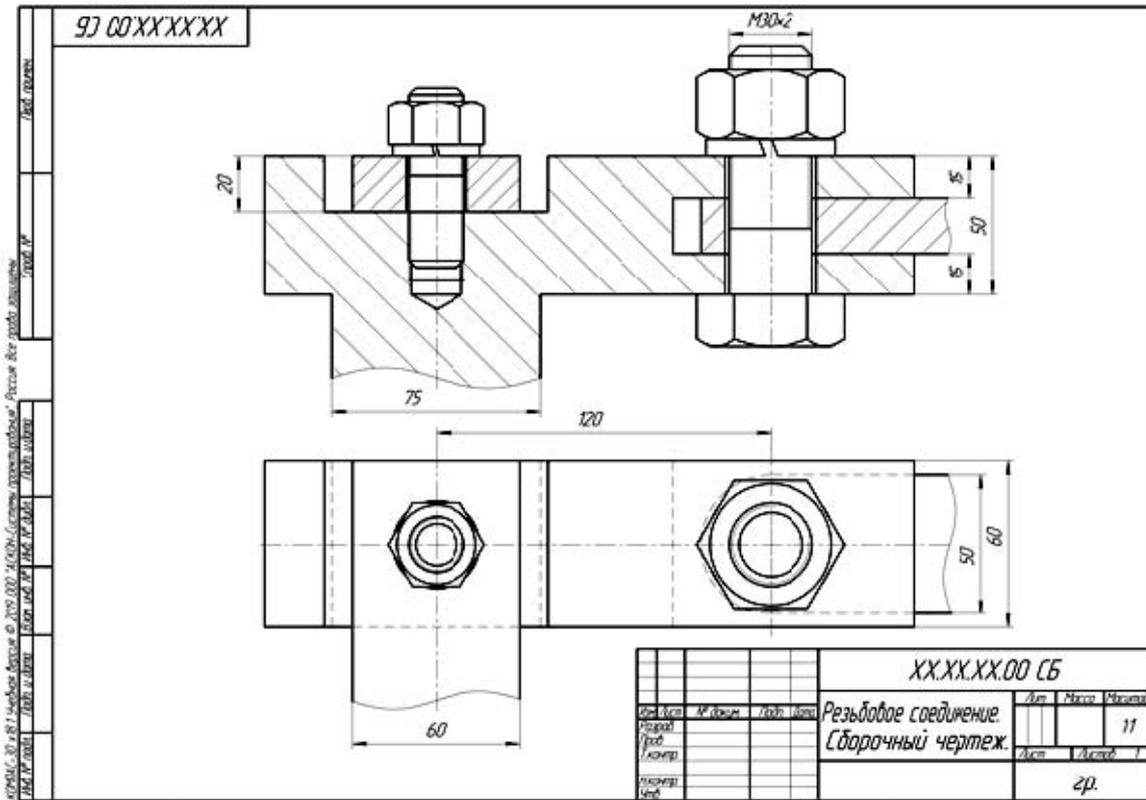

Рисунок 5.17 – Пример отрисовки вида сверху
12) начертите вид сверху и отредактируйте чертеж (рисунок 5.17);